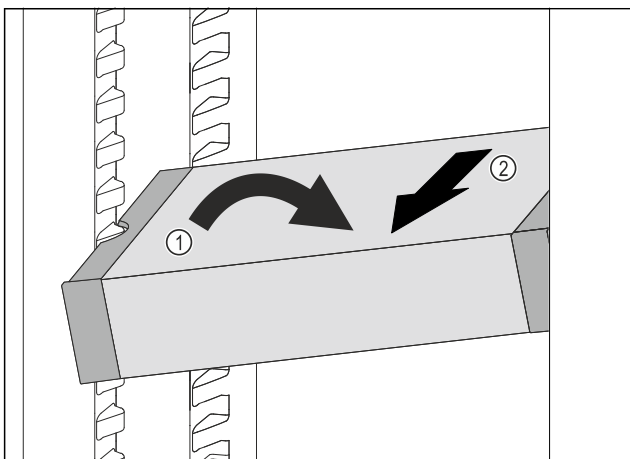

Fig. 132
▶ Встановити VarioSafe під кутом в охолоджувальному відділенні. Fig. 132 (1)
▶ Витягнути VarioSafe вперед. Fig. 132 (2)